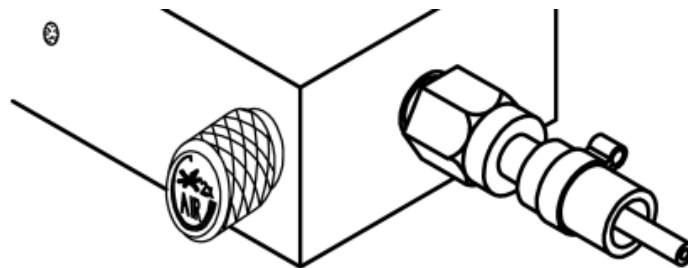

Abb. 13: Regulierknopf mit Kreuzrändel – Durchflussmenge Mischluft
6.5 Einstellung Mischluft: Die Mischluft erzeugt aus den Tropfenpartikeln einen microfeinen Schmierfilm und beeinflusst den Grad der Aerosolbildung mit einem Mischverhältnis von Schmierstoff zu Luft von etwa 1 : > 1 Million, sowie den Späneabtransport, etc.. Die Einstellung erfolgt für jede Düse individuell über den zugehörigen Regulierknopf mit Kreuzrändel (Abb. 13 Kennzeichnung "AIR"). Der Verstellbereich weist eine nahezu lineare Kennlinie auf und ist auf 2 Umdrehungen begrenzt (max. 100 NI/min je Düse bei 6 bar Betriebsdruck). Der optimale Arbeitsbereich bei Verwendung der Standarddüse liegt zwischen 0.5 und 1.5 Umdrehungen.
( $\hat{=}$  50 NI/min, *Abb. 13*)
8.2.5 Luftmenge der Düse über die Luftregulierschraube (Abb. 13) bis auf 0.5 Umdrehungen reduzieren.